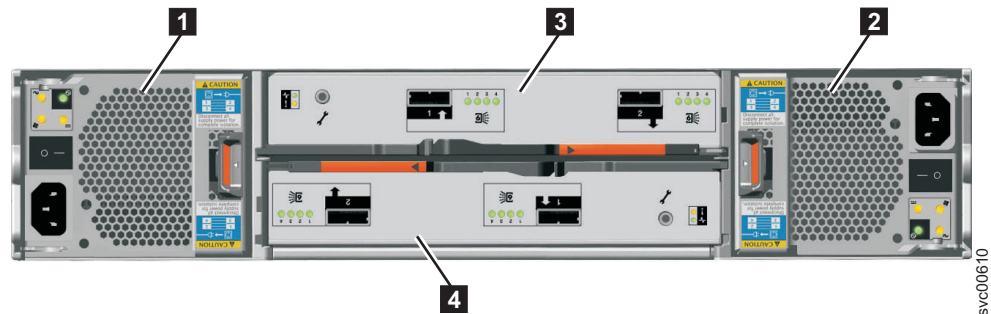

Figura 6. Vista Posterior de um Gabinete de Expansão Modelo 2076-212 ou Modelo 2076-224
O Figura 6 mostra a vista posterior de um gabinete de expansão e identifica o local das unidades de fonte de alimentação e das caixas. As portas e seu uso são descritos posteriormente nesta seção.
- Duas caixas são instaladas no meio do gabinete. Cada caixa é conhecida como uma caixa de expansão. A caixa superior, conforme mostrada na Figura 6, é a caixa **3**, enquanto a caixa inferior é a caixa **4**. A caixa 3 está na parte superior para cima e a caixa 4 é invertida, ou no lado da parte superior para baixo.